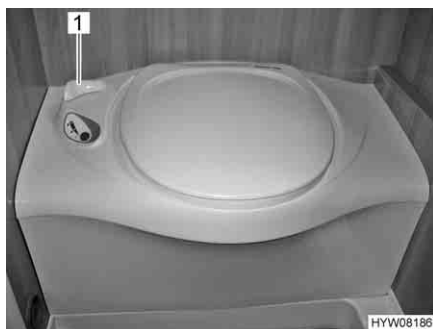

Fig. 170 Inodoro Thetford
- Antes del lavado, abrir la corredera del inodoro Thetford. Para ello, girar la palanca de corredera (Fig. 170,1) en sentido contrario a las agujas del reloj.
- Tras el lavado, cerrar la corredera. Para ello, girar la palanca de corredera (Fig. 170,1) en sentido de las agujas del reloj.